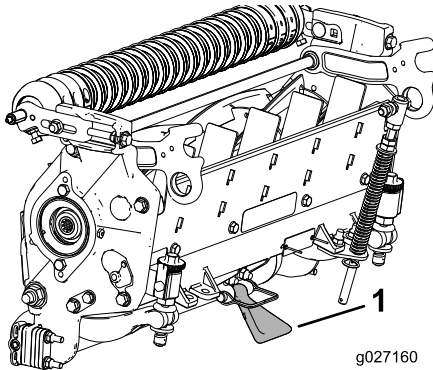

**Bild 9**
**Wichtig:** Stellen Sie sicher, dass die Muttern hinten an den Einstellschrauben des Untermesserträgers nicht auf der Arbeitsfläche aufliegen (**Bild 9**).